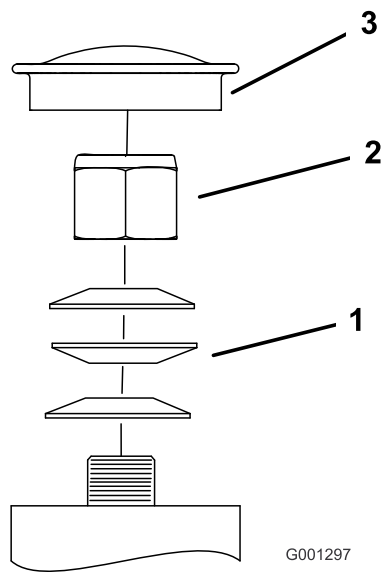

Figura 65
3. Retire el tapón guardapolvo de la rueda giratoria y apriete la contratuerca (Figura 65).
4. Apriete la contratuerca hasta que las arandelas de muelle estén planas, luego afloje 1/4 de vuelta para establecer la pre-carga correcta de los cojinetes (Figura 65).
Importante: Asegúrese de que las arandelas de muelle están correctamente instaladas, según se muestra en Figura 65.
5. Coloque el tapón antipolvo (Figura 65).